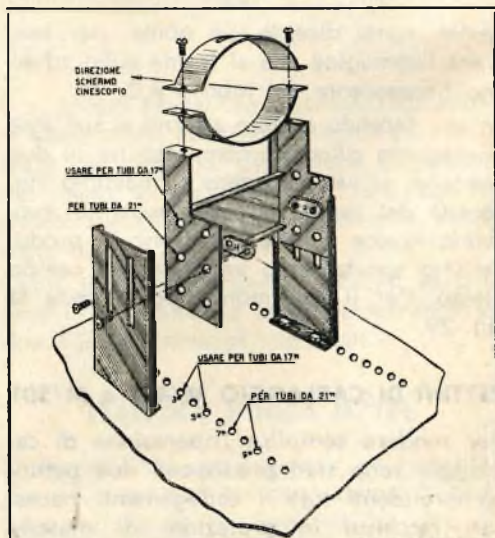

Fig. 25.
8) Montare ora il supporto posteriore che regge il giogo di deflessione. La fig. 25 indica chiaramente la giusta posizione del supporto a seconda che si impieghi un tubo R.C. da 17" o da 21".